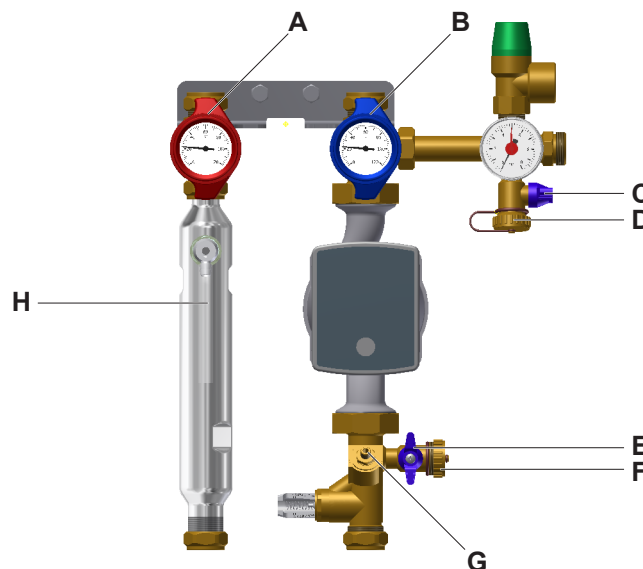

Fig. 7: Raccordement de remplissage et de rinçage
- Ouvrir le robinet à boisseau sphérique (pos. C, voir Fig. 7 à la page 12) de l'alimentation.
- Ouvrir le robinet à boisseau sphérique d'envoi (vanne multifonctions, pos. A, voir Fig. 7 à la page 12) en tournant la poignée à thermomètre (voir „Positions de la poignée à thermomètre“ à la page 14).
- Fermer le robinet à boisseau de retour (vanne multifonctions, pos. B, voir Fig. 7 à la page 12) en tournant la poignée à thermomètre (voir „Positions de la poignée à thermomètre“ à la page 14).
L'vanne multifonctions d'envoi et de retour (vanne multifonctions, pos. B, voir Fig. 7 à la page 12) peut être ouverte de 45° au besoin (position de vidange, voir Fig. 7 à la page 12).
- Ouvrir la vanne de réglage/débit (pos. G, voir Fig. 7 à la page 12).
- Lors du processus de lavage et de remplissage, ouvrir 2-3 fois le robinet à boisseau sphérique de retour (vanne multifonctions, pos. B, voir Fig. 7 à la page 12) pour désaérer la pompe de circulation.
- Fermer le robinet de remplissage et de vidange (pos. E, voir Fig. 7 à la page 12).
- Fermer le robinet de remplissage et de vidange (pos. C, voir Fig. 7 à la page 12)
- Ouvrir le robinet à boisseau sphérique de retour (vanne multifonctions, pos. B, voir Fig. 7 à la page 12) en tournant la poignée à thermomètre (voir „Positions de la poignée à thermomètre“ à la page 14).
- Enlever le tuyau de remplissage (tuyau flexible) de la pompe de lavage et de remplissage externe à la prise (pos. C, voir Fig. 7 à la page 12), le tuyau rincage à la prise (pos. F, voir Fig. 7 à la page 12) de la soupape de sécurité, et visser les bouchons de fermeture sur les raccords.
- Ouvrir complètement les robinets à boisseau sphérique départ et retour (vanne multifonctions, pos. A+B, voir Fig. 7 à la page 12).